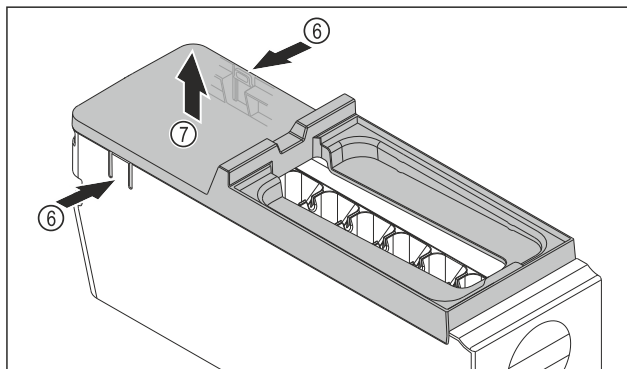

Fig. 131
- ▶ Снимите крышку корпуса EasyTwist-Ice: Надавите рукой на накладку Fig. 131 (6) с обеих сторон корпуса EasyTwist-Ice.
- ▶ Другой рукой снимите крышку Fig. 131 (7) по направлению вверх.